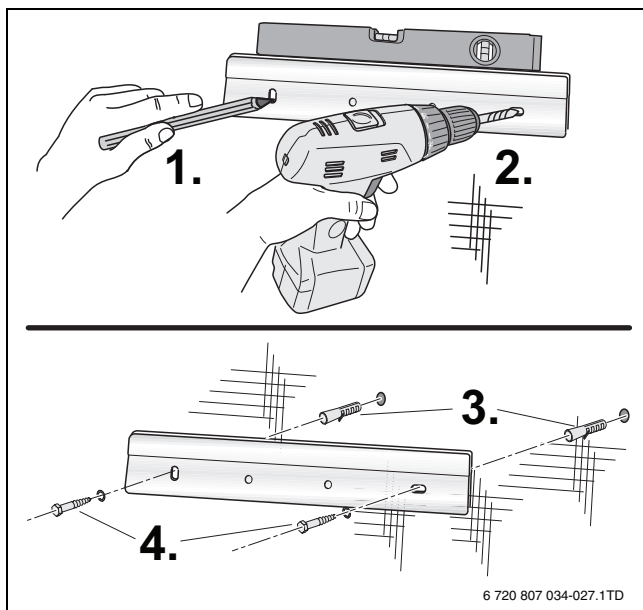

Рис. 10 Крепление планки для подвески
- Разметьте отверстия с помощью прилагаемой планки для подвески (→ рис. 10).